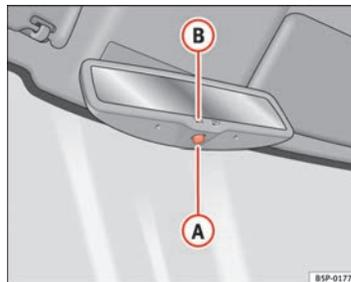

Fig. 89 Retrovisor interior com regulação automática para posição de antiencandeamento.
- Pressionar o botão **A** ⇒ Fig. 89. O aviso de controlo **B** apaga-se.
- Pressionar o botão **A** ⇒ Fig. 89. O aviso de controlo acende-se.